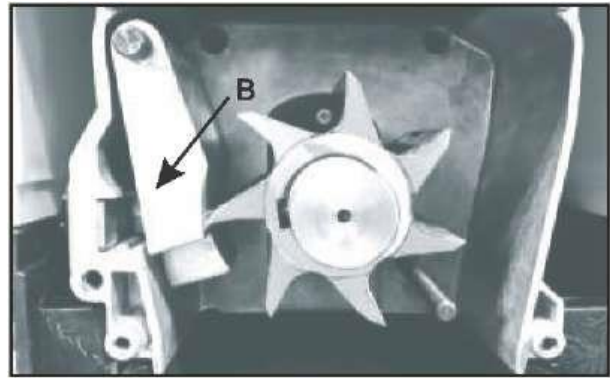

Fig. 6B)
2. Retire la contraplaca (B) e inserte una nueva. (Fig. 6B)